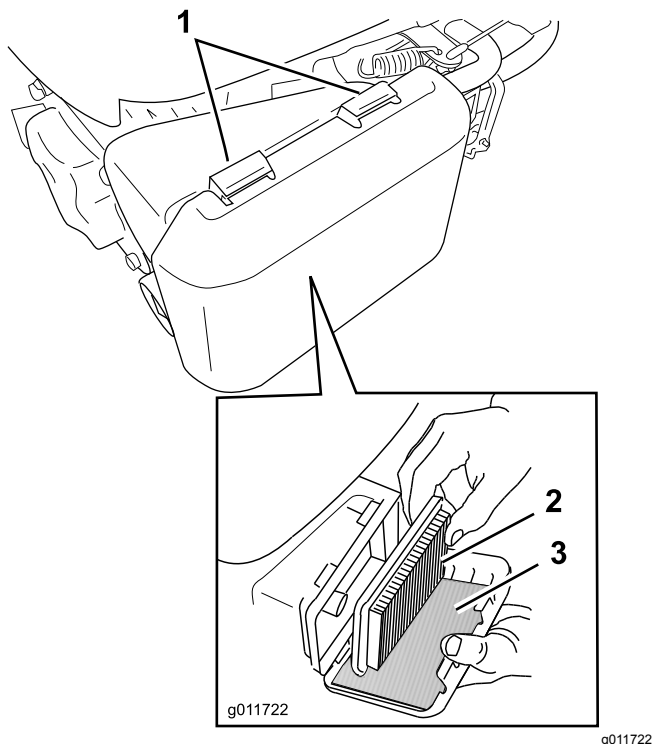

Bild 24
1. Drücken Sie die Verriegelungsnasen oben an der Luftfilterabdeckung nach unten (Bild 24).
3. Entfernen Sie den Papierfilter und den Schaumvorfilter (Bild 24).